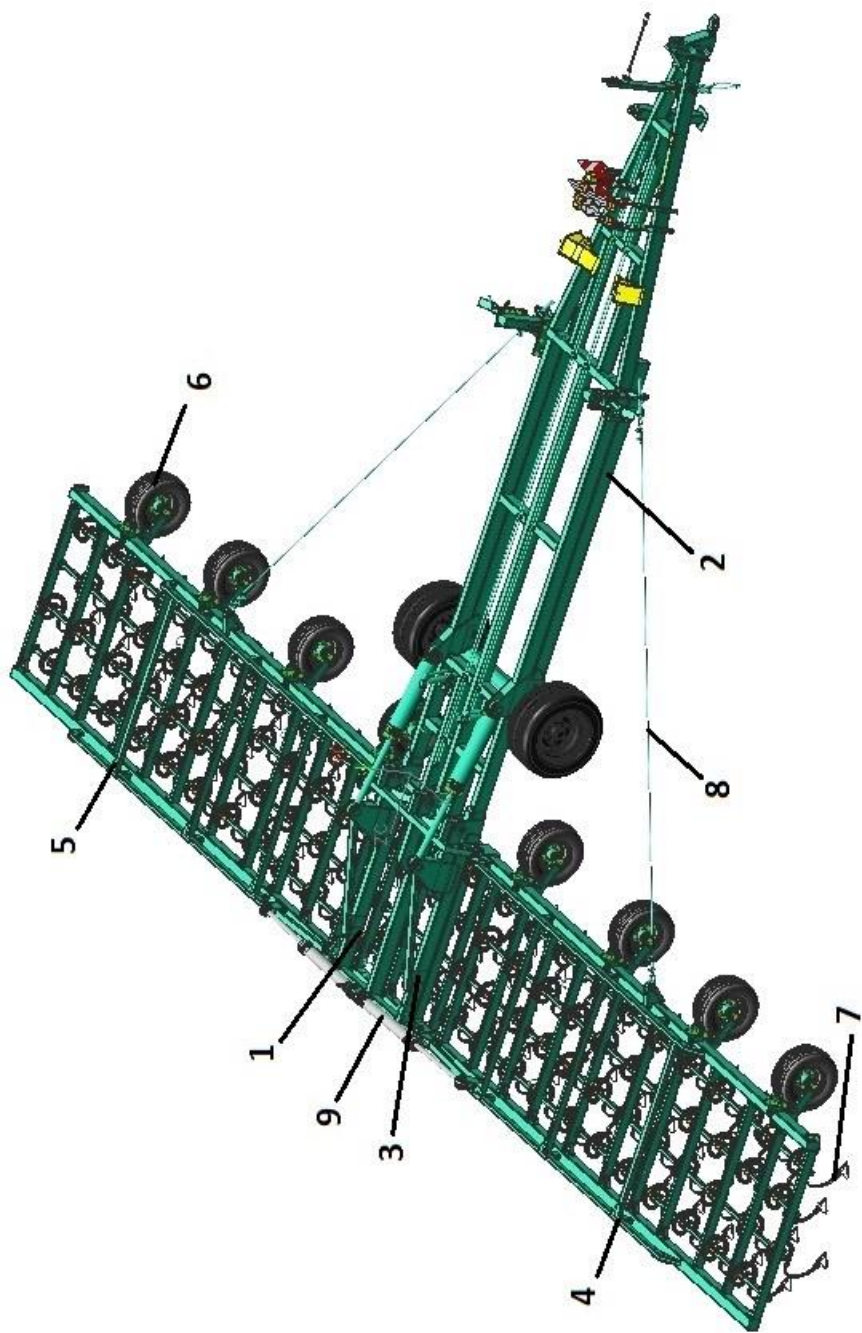

Рисунок 1 – Общий вид культиватора КПМ-12ПЕ в рабочем положении
3.1 Культиватор КПМ представляет собой полуприцепную машину, состоящую из: рабочего полотна 1, транспортной тележки 2, стяжек крыльев 8, гидросистемы 9 (рис. 1, 1а).
3.2 Рабочее полотно состоит (рис. 1) из центральной секции 3, крыла правого 4, крыла левого 5. На полотне установлены рабочие органы 7. На крыльях установлены копирующие колёса 6 с винтовой регулировкой глубины обработки. Глубина обработки центральной секции регулируется колесами транспортной тележки.
Рисунок 1а – Общий вид культиватора КРМ-10ПЕ в рабочем положении
(остальное см. рисунок 1)